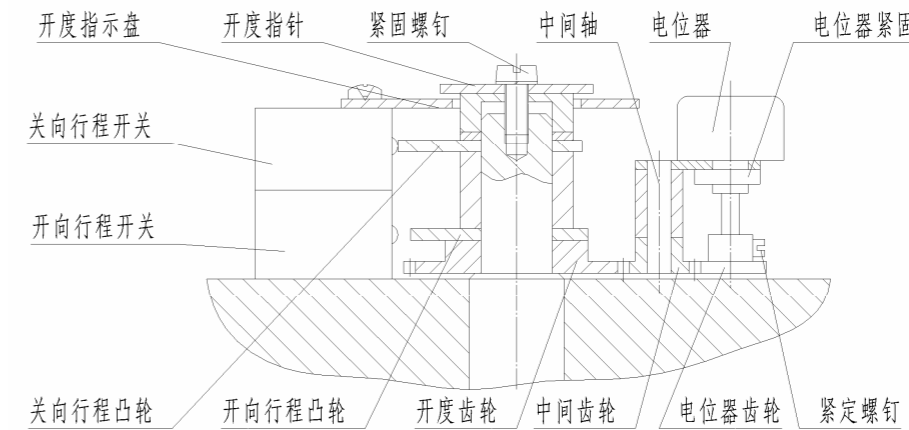

图 5 行程控制机构及开度指示机构
5.4 行程控制机构：结构见图 5。凸轮轴与输出盘同步转动，当凸轮轴转至预先设定的行程位置时，紧固在凸轮轴上的凸轮使微动开关动作，切断电机电源，从而实现对电动装置行程的控制。
5.5 开度指示机构：结构见图 5。开度指示盘固定于行程开关上，凸轮轴转动使指针同时转动，以指示阀门的开关量，同时，凸轮轴上的开度齿轮通过中间齿轮带动电位器齿轮，电位器轴转动，供远传开度指示用。
7.2 行程控制机构的调整（参见图 5）
7.3 开度指示机构的调整（参见图 5）